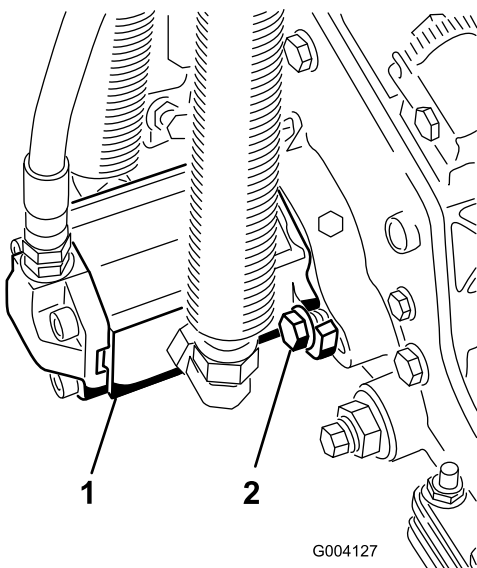

図 20
16. モータを手を持ち、右回りにひねってモータのフランジをボルトから逃がしながら、キャップスクリュにモータをセットする(図 20)。モータを左回りにひねって、ボルトにフランジをしっかりと掛け、ボルトを締めてモータを固定する。